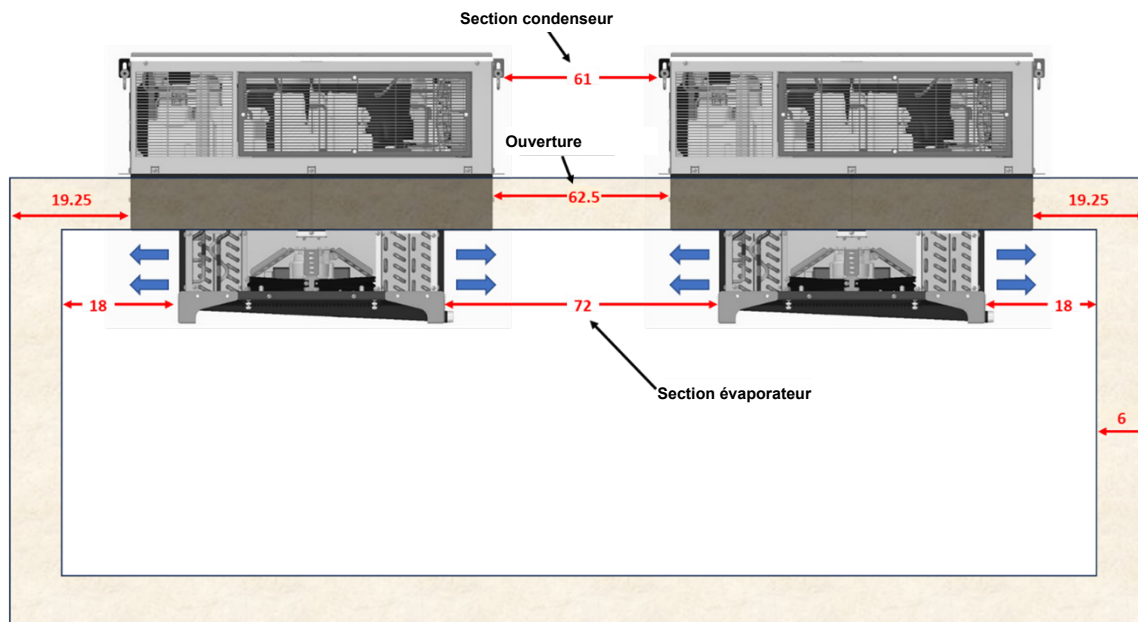

Figure 7 – Comparaison des dimensions
- L'espacement des ouvertures diffère de l'espacement côté froid. Voir la Figure 7.